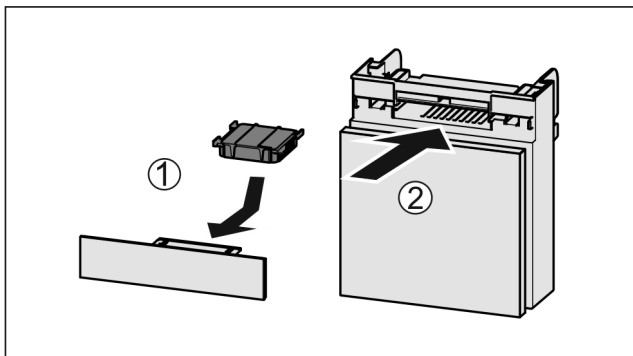

Fig. 35
- ▶ Sett inn Fig. 35 (1) aktivkullfilteret etter figuren.
- ▶ Skyv inn Fig. 35 (2) hyllen.